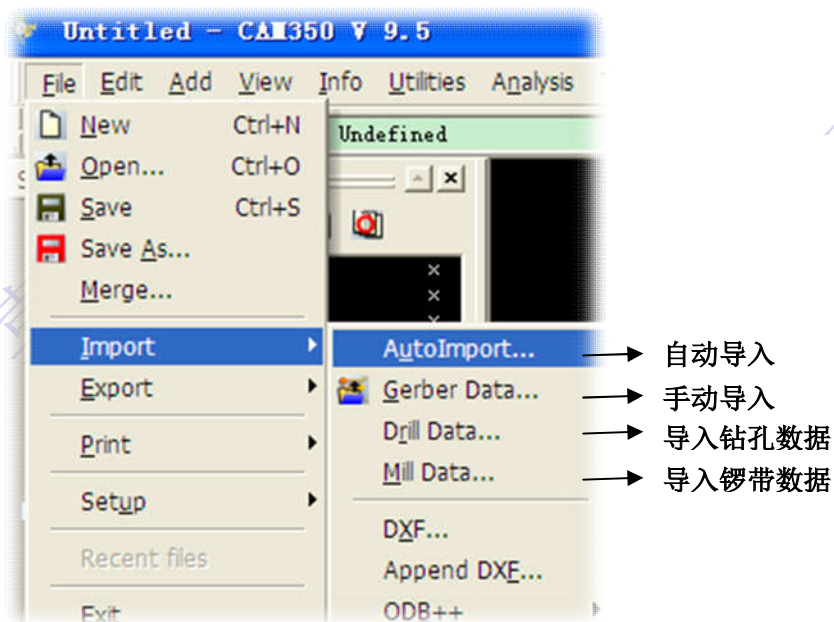
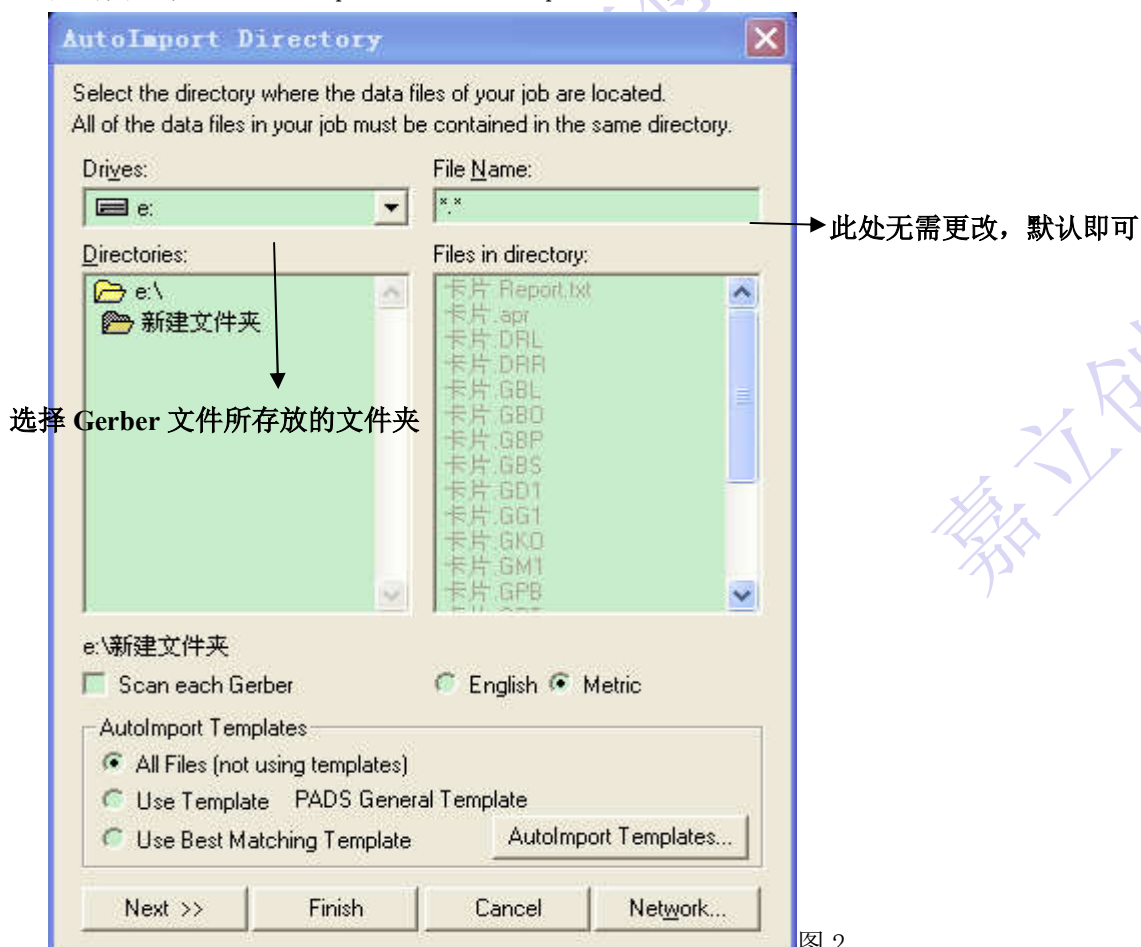

图 1
图 2
b) 以“卡片”Gerber 为范例进行导入。首先用 350 中的“自动导入”命令来导入 Gerber，如图 1 所示：
点击图 1 中 File → Import → AutoImport 进入图 2：
点击图 2 中的 Next 进入图 3: